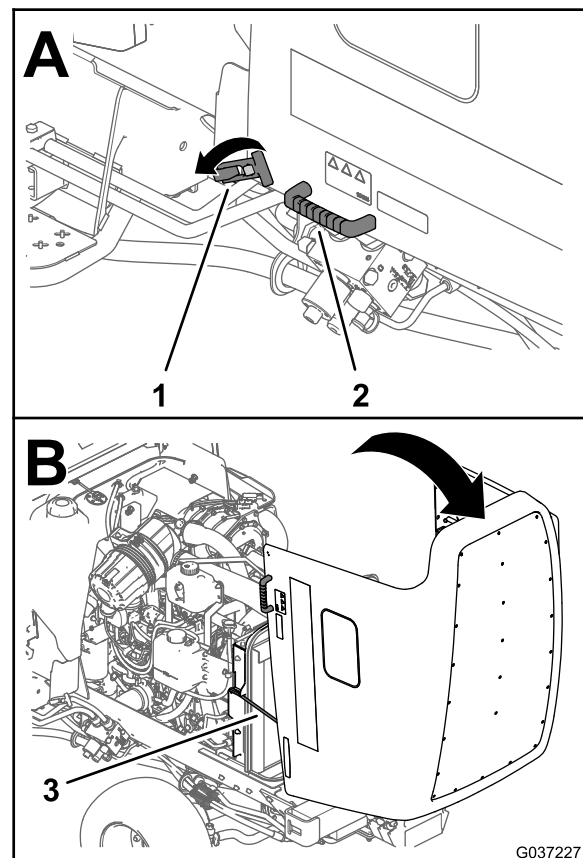

Figura 73
2. Abra los 2 cierres situados en las esquinas inferiores delanteras del capó (Figura 73).
- Usando los tiradores situados junto a los cierres, levante el capó y muévalo hacia atrás hasta que las 2 varillas queden enganchadas en los soportes (Figura 73).